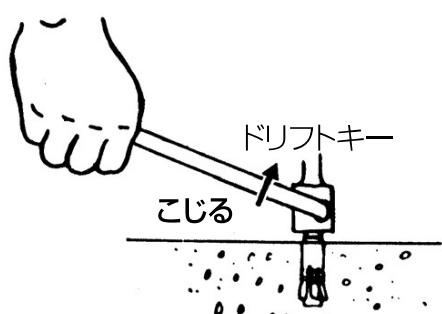

図 8
- (3) スポイトで掃除した後、アンカーの先端にプラグを付け、手ハンマなどで打込みます。
- (4) 打込み後はドリフトキーでアンカーを分離します。(図8)